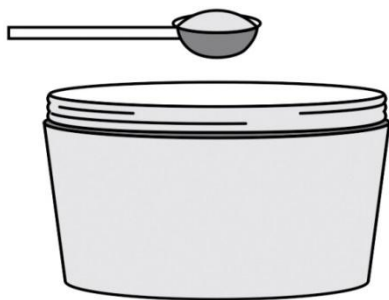

Рис. 34. Заполнение чашечкового электрода токопроводящей адгезивной пастой
- Для регистрации ЭЭГ-сигналов обычно используют чашечковые электроды, предварительно заполненные токопроводящей адгезивной пастой (рис. 34).